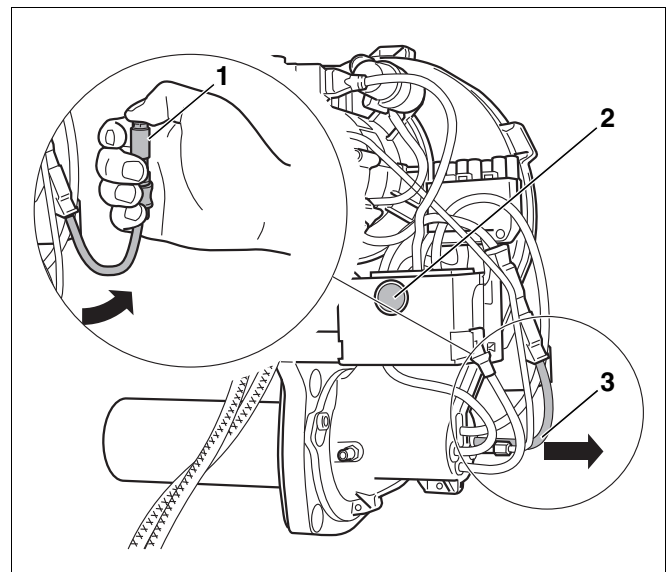

Рис. 36 Проверка работы датчика пламени
- При работающей горелке вынуть датчик пламени из гнезда, взяв его за предусмотренную для этого ручку (Рис. 36, поз. 3).
- Перекрыть датчик пламени (Рис. 36, поз. 1). После повторного запуска должно произойти отключение из-за неисправности.
- По истечении времени ожидания, составляющего примерно 30 секунд, нужно разблокировать автомат горения дизельного топлива, нажав кнопку подавления помех (Рис. 36, поз. 2).